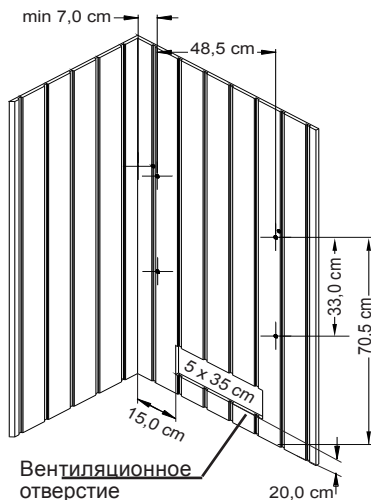

Рис. 2
2. Ввернуть 4 крепежных винта согл. рис. 2 соосно над воздухозаборным отверстием в стене парной так, чтобы между стеной и головкой винта оставалось приibl. 3 мм.